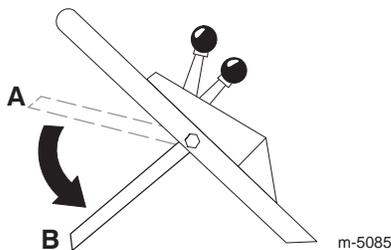

Figura 14
- Suelte la barra de control; consulte la posición **B** de la Figura 14. Debe oír un ruido fuerte. La cuchilla debe detenerse en tres segundos.